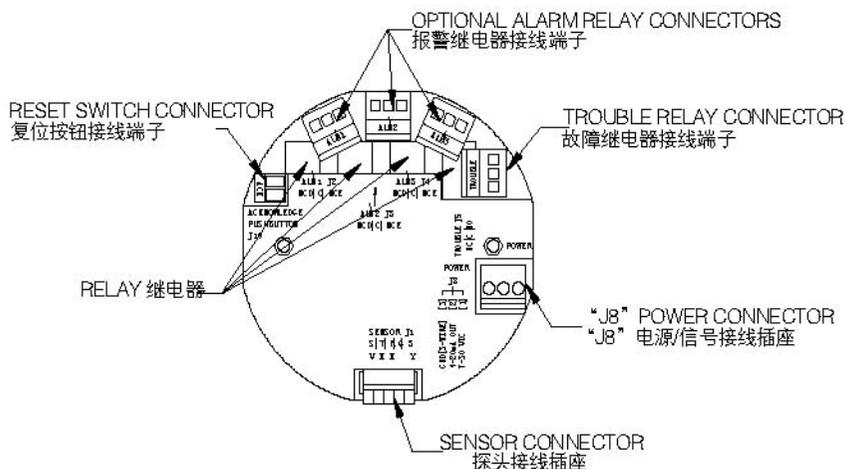

图1-10 三线制PCB板
- 1、将 8-30VDC 连接到 J8-1 端子 (见图1-10)